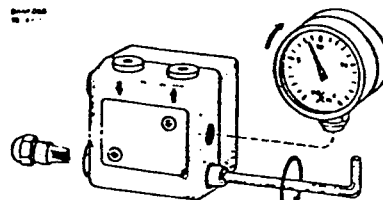

Fig. 4
Användes MSLB på detta sätt är funktionsförloppet följande (Fig. 4):
**Tryckinställning (fig. 4)**